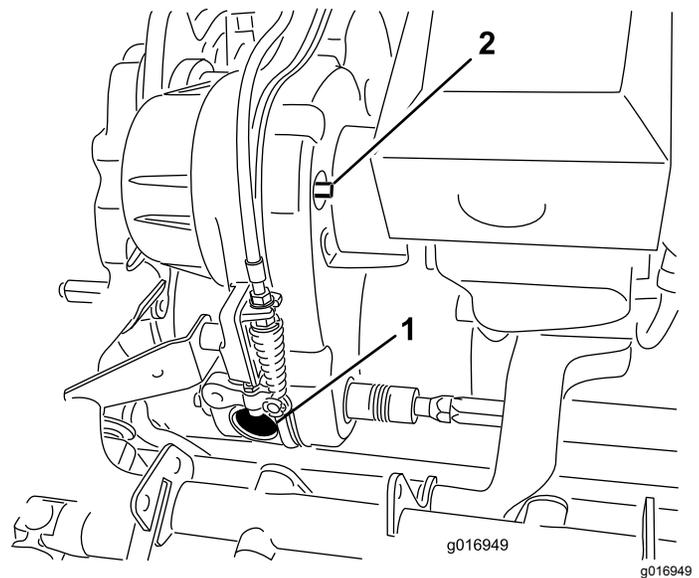
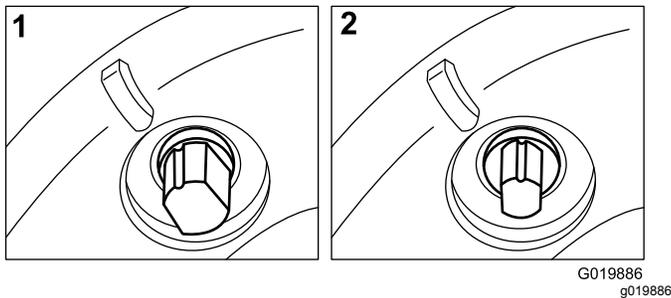

Figura 46
Figura 47
Retire el tapón de goma (Figura 46) desde el orificio en la parte delantera de la transmisión para inspeccionar visualmente el embrague del molinete al realizar ajustes.
La correa de transmisión está tensada por una polea tensora a resorte. Si es necesario eliminar o restaurar la tensión en la correa, utilice una llave de 10 mm para girar el eje de engranado/desengranado (Figura 46) a la posición deseada. Al girar el eje 1/4 de giro (90°) en sentido horario se desengranada la polea de la correa (Figura 47).
**Nota:** Retire el tapón de goma (Figura 46) desde el orificio en la parte delantera de la transmisión para inspeccionar el embrague del molinete.